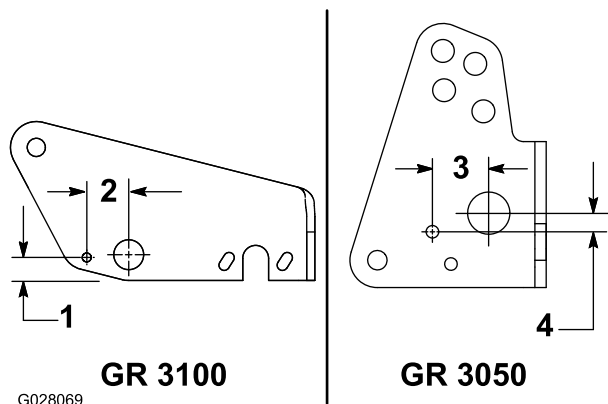

Figure 9
A. Utilisez les dimensions indiquées sur la Figure 9 pour placer des repères sur le cadre.